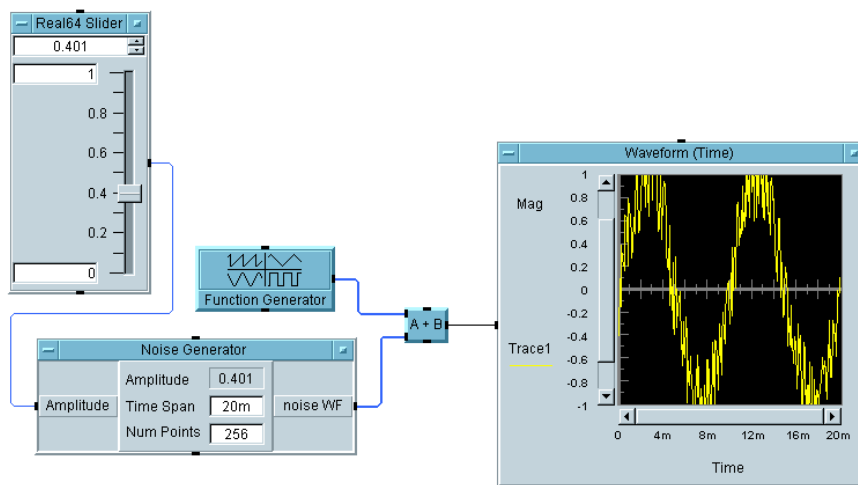

図 2-13. simple-program.vee
1. プログラム「simple-program.vee」を開きます。プログラムは図 2-13 のように表示されます。